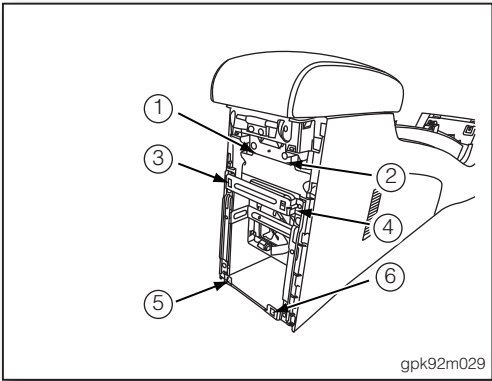

图 4
- 2. 由中央扶手后方, 拆下后固定架上方固定螺栓①、②, 及固定螺丝③ ~ ⑥ (如图 4)。